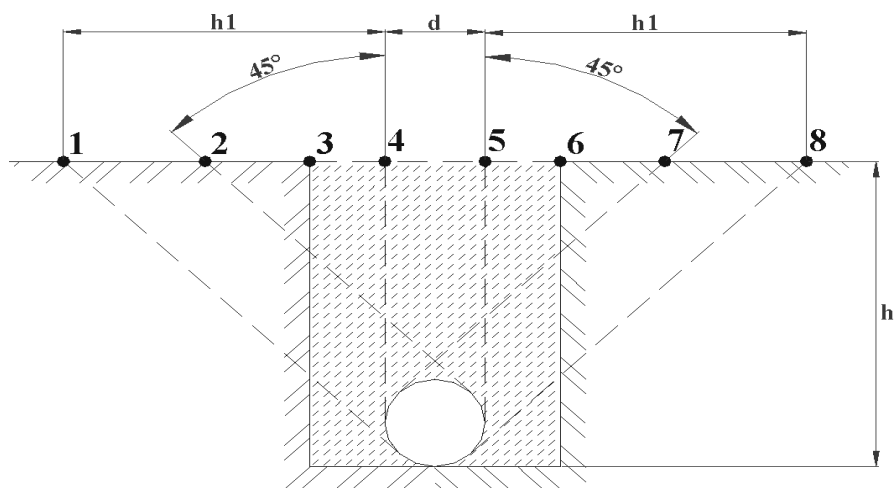

Рис. 2. Схема расположения характерных точек при работе с ИГА-1.
- 2.1. Прибор реагирует и на коммуникации проходящие в исследуемом районе, которые вносят погрешности в процесс измерения, являются помехой при обнаружении пустот и водяных жил. (Рис. 2):
- 5.1. Прибор реагирует (Рис. 2):